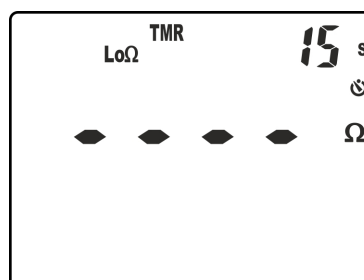

Fig. 30: Configuration du temps de mesure en mode TMR
5. Cliquer sur les touches ∇/Set ou $\blacktriangle/ZERO$ pour configurer le temps de mesure (Timer) dans l'échelle : $1s$ à $30s$. Noter la valeur à droite de l'écran (voir Fig. 30)